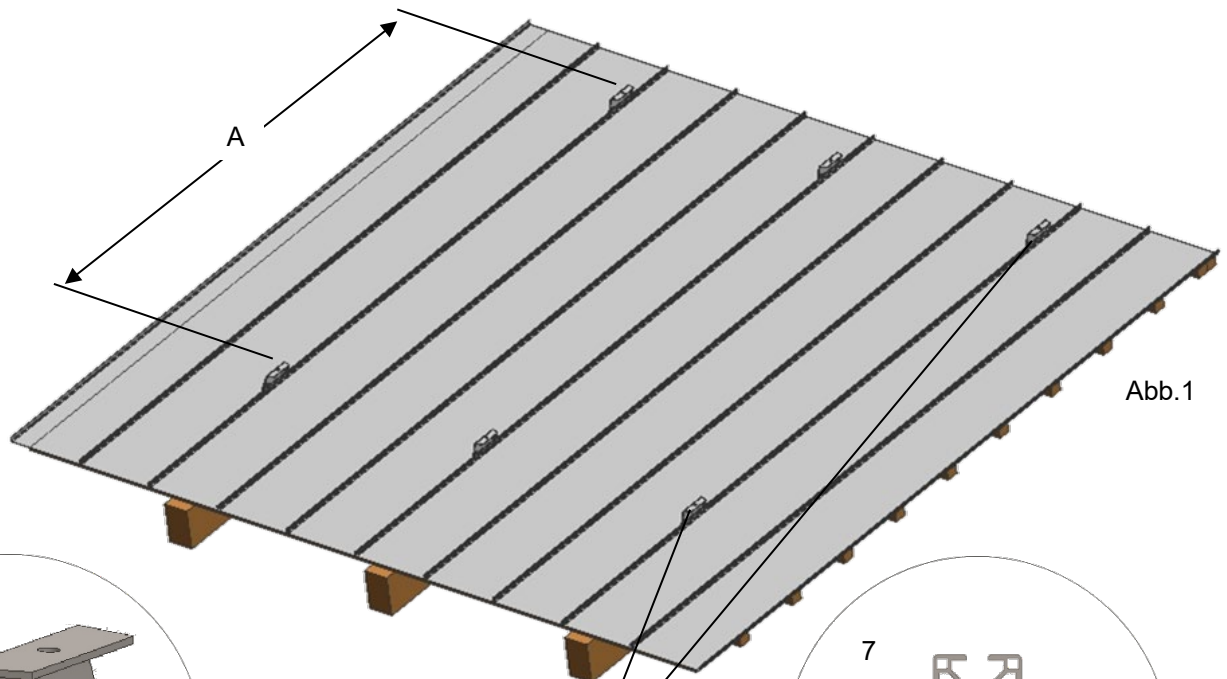

Abb.1
- Um die optimale Lage der Kollektoren zu bestimmen, misst man den Abstand (A) zwischen der oberen und unteren Blechfalzklemme wie in Abb. 1 dargestellt. Nachfolgende Tabelle zeigt den empfohlenen Abstand und die Anzahl der notwendigen Befestigungsreihen.
A (mm) → siehe Abb. 1	min. 1600 mm / max. 1850 mm
A (mm) → siehe Abb. 1	min. 815 mm / max. 930 mm